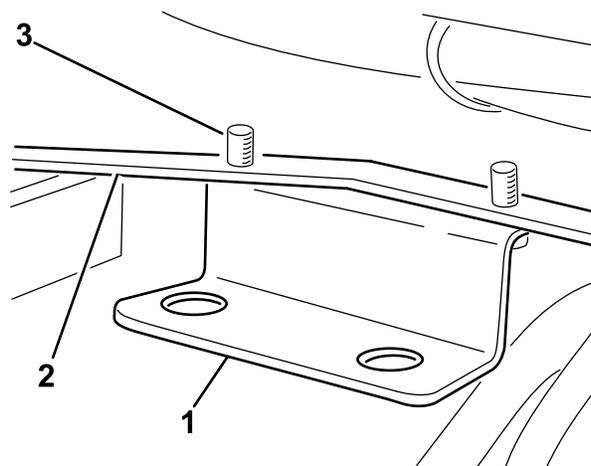

Рисунок 14
2. Присоедините кронштейн шланга к креплению рамы двумя самонарезающими винтами (5/16 x 1/2 дюйма) (Рисунок 14).